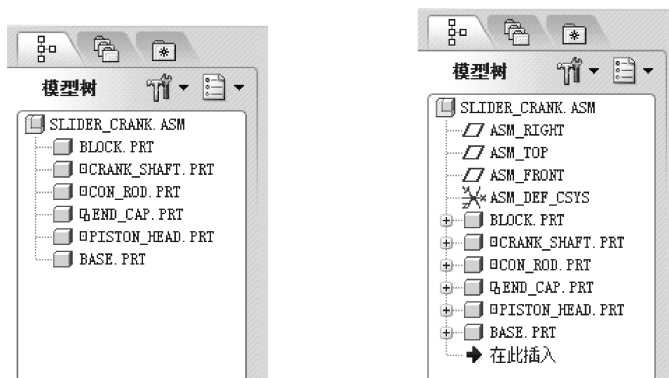

图 9-67 显示零件特征前后的模型树对比
(4) 单击【模型树项目】对话框中的【应用】按钮，使【模型树项目】所做的更改生效，此时模型树显示的项目发生了变化，图9-67所示为显示零件特征前后的模型树对比。